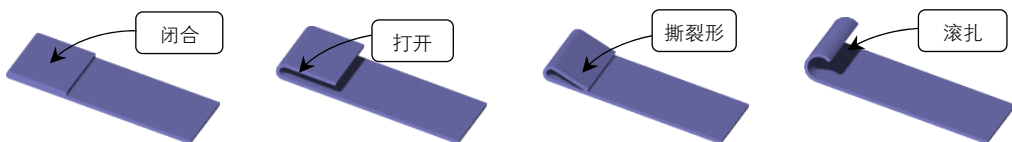

图 11-22 不同褶边类型效果
- 类型按钮：选择褶边类型，包括【闭合】、【打开】、【撕裂形】和【滚扎】，选择不同类型的效果如图 11-22 所示。